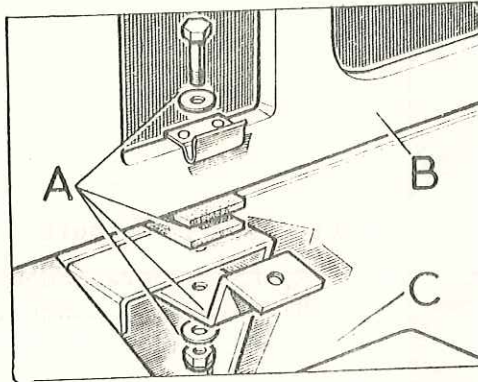

Fig. Q1-11 Elementos de fijación de la calandra
- 1.10. Soltar los elementos de fijación, A (Fig. Q1-11) de la calandra, B, a los soportes situados sobre el travesaño, C, del bastidor.